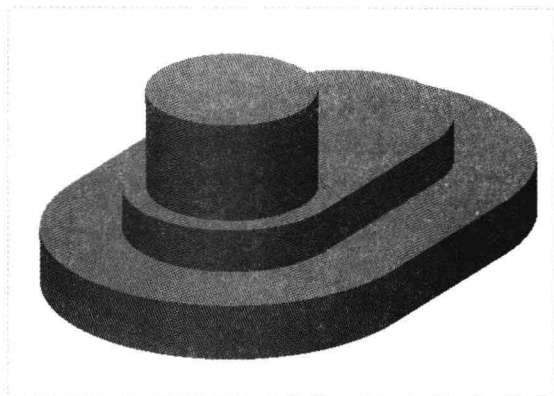

图 18-36 创建拉伸特征 3
Step 06 单击“关闭”面板中的“确定”按钮, 完成截面绘制并退出草绘环境，返回“拉伸”选项卡；设置拉伸高度为 16，单击“应用并保存在工具中所做的所有更改，然后关闭工具操控板”按钮, 完成拉伸特征的创建，如图 18-36 所示。